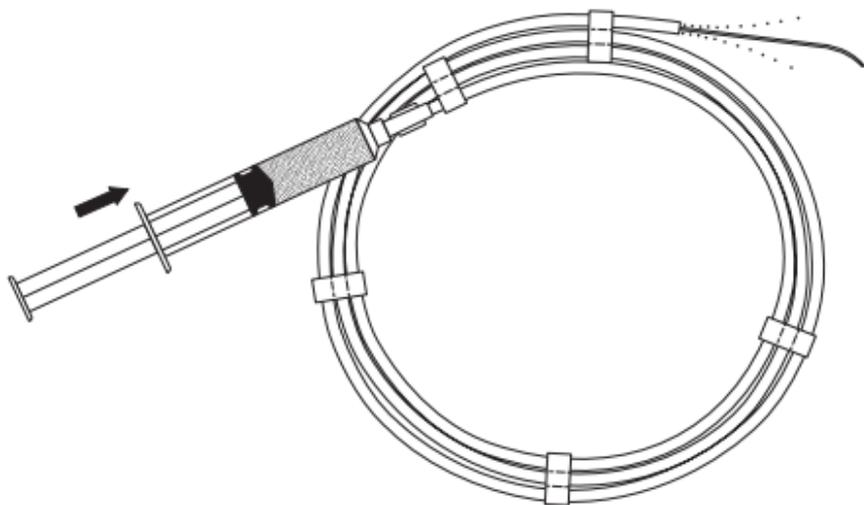

Fig. 1
2. Injecter suffisamment de sérum pour mouiller entièrement la surface du guide. (**Fig. 1**) Ceci active le revêtement AQ, et rend la surface du guide très glissante.